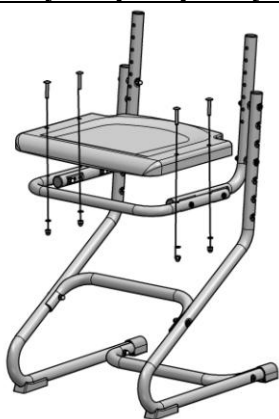

Рис. 4 (СУТ.01)
4.1.4. К опоре сиденья (поз. 3) прикрепить сиденье (поз. 6) посредством винтов специальных М6×34 (поз. 1 пакет №16) (см. рис. 4) или (для исполнения СУТ.01-01) болтов мебельных М6×35 (поз. 1^а пакет №16а) с шайбами (поз. 1^б пакет №16а) (см. рис. 4а), а к верхним концам кронштейнов боковых (поз. 2) прикрепить спинку (поз.5) посредством винтов специальных М6×34 (поз. 1 пакет №16) (см. рис. 5) или (для исполнения СУТ.01-01) болтов мебельных М6×35 (поз. 1^а пакет №16а) (см. рис. 5а) и колпачковых гаек (поз. 3 пакет №16), с установкой под гайки зубчатых шайб (поз. 2 пакет №16).
Рис.4а (СУТ.01-01)
5.1. Перед регулировкой стула по группе роста пользователя необходимо: открутить гайки колпачковые М6 (поз. 3 пакет №16), снять шайбы зубчатые (поз. 2 пакет №16), вынуть для исполнения СУТ.01 винты специальные М6×34 (поз. 1 пакет №16) или для исполнения СУТ.01-01 болты мебельные М6×35 (поз. 1а пакет №16а), снять спинку (поз. 5) и сиденье (поз. 6). См. рис. 4, 4а, 5, 5а.
5.1.3. Совместить отверстия сиденья (поз. 6) с отверстиями в опоре сиденья (поз. 3), в совмещенные отверстия вставить для исполнения СУТ.01 винты специальные М6×34 (поз. 1 пакет №16) или для исполнения СУТ.01-01 болты мебельные М6×35 (поз. 1^а пакет №16а) с шайбами (поз. 1^б пакет №16а), одеть шайбы зубчатые (поз. 2 пакет №16) и затянуть колпачковые гайки М6 (поз. 3 пакет №16). См. рис. 4, 4а.